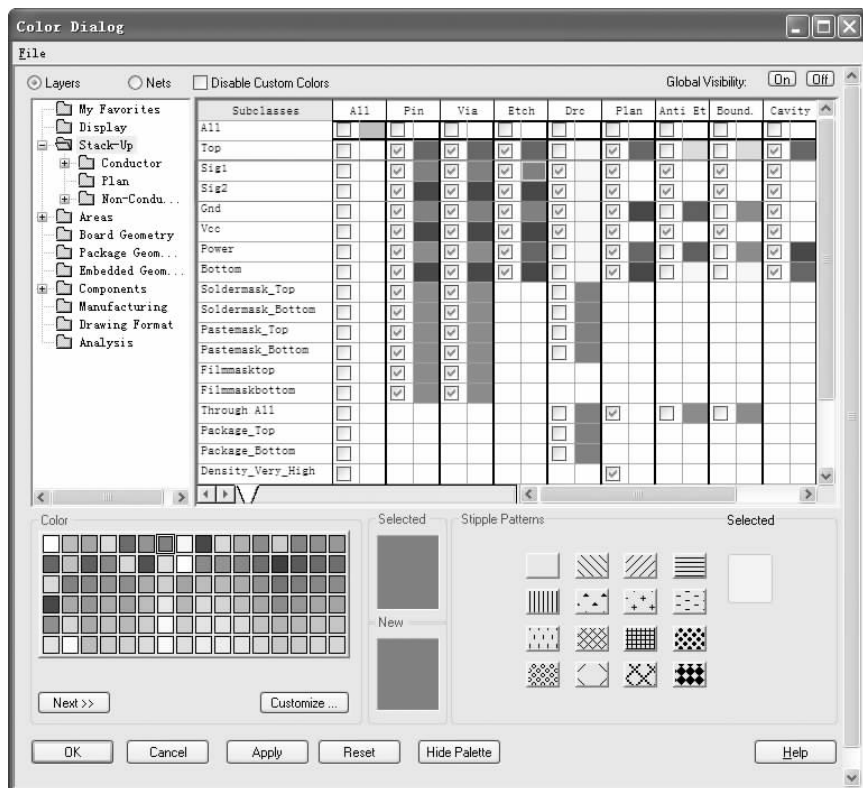

图 12-26 “Color Dialog（颜色）”对话框
3) 选择菜单栏中的“Display（显示）”→“Color（颜色）”→“Visibility（可见性）”命令，将弹出“Color Dialog（颜色）”对话框，在这可以对各电气层的“Pin”、“Via”“Etch”以及“Drc”等的颜色进行设置，如图 12-26 所示。完成设置后单击“OK（确定）”按钮，关闭对话框。